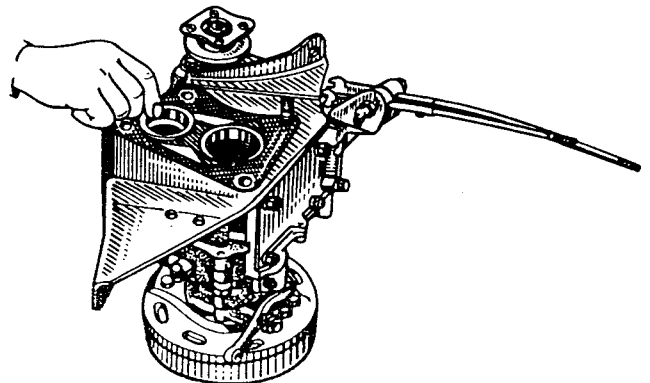

Bild 122. Verteilergetriebe mit Befestigungs- platte, Druckring und Dichtbeilage
7. Beilage auf die Platte legen (Bild 122).